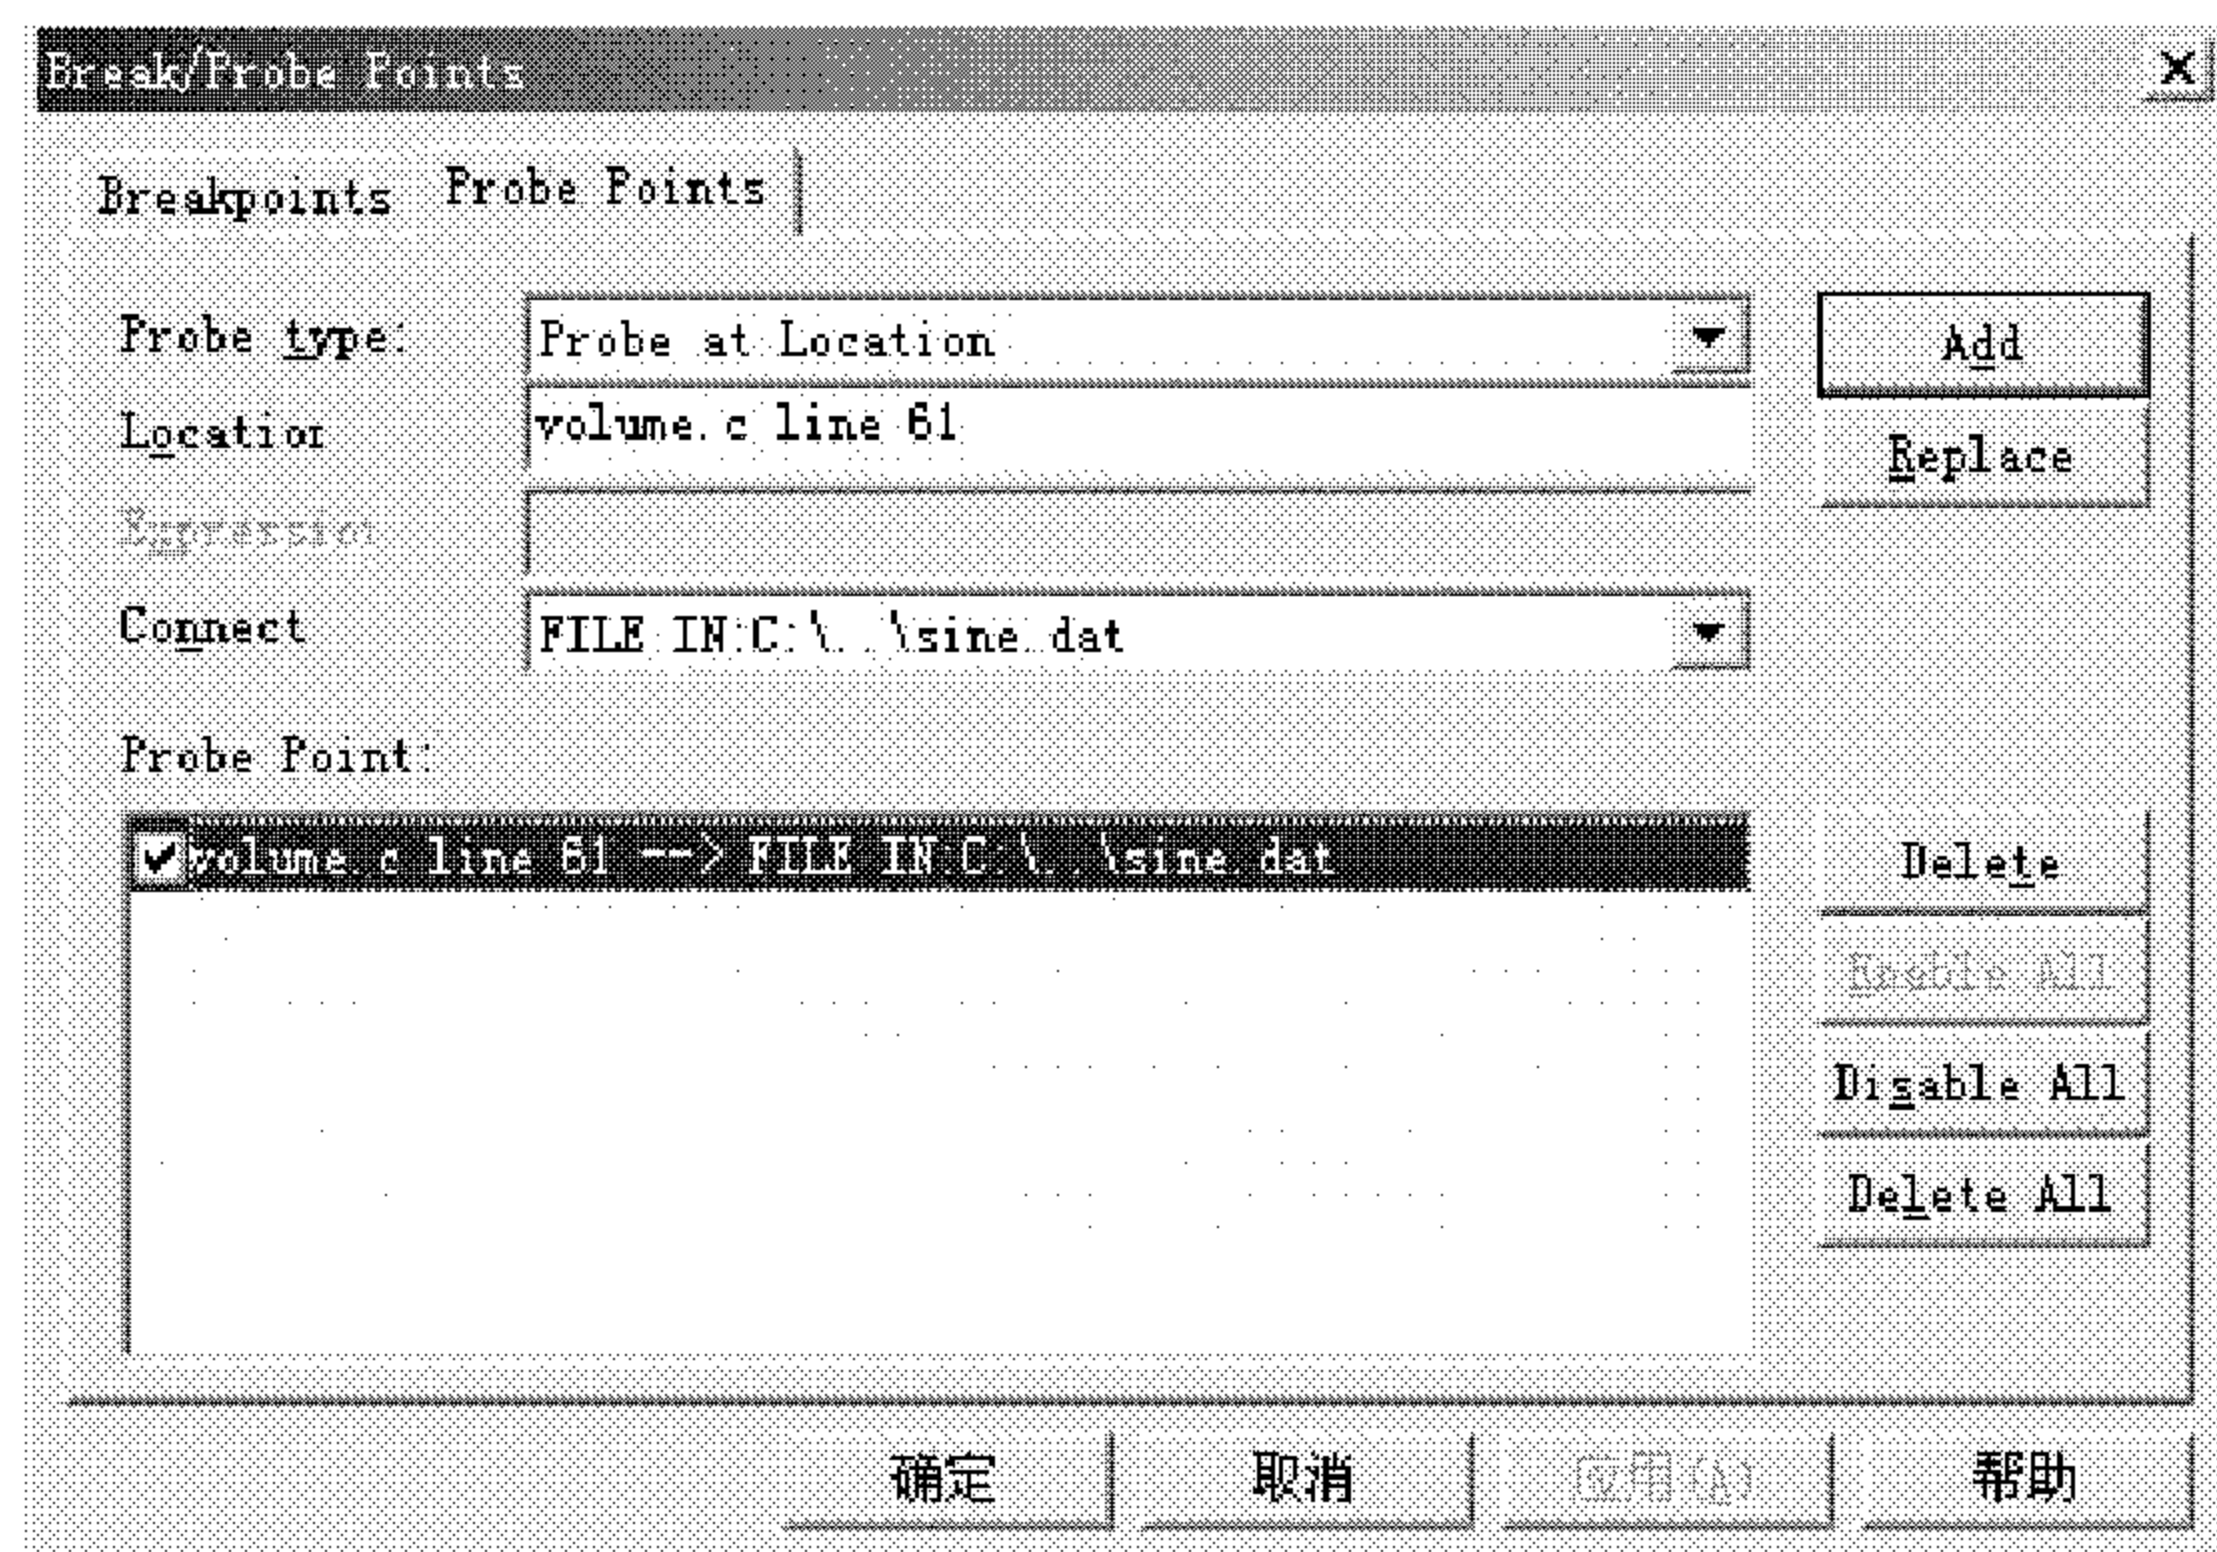

图 3.15 Break/Probe Points 对话框的 Probe Points 面板
(6) 在 File I/O 对话框中，设置 Address、Length 和 Wrap Around 项。
(7) 点击 Add Probe Point, 打开 Break/Probe Points 对话框的 Probe Points 面板, 如图 3.15 所示。
探点也有多种类型, 可从图 3.15 的 Probe type 项中进行选择: